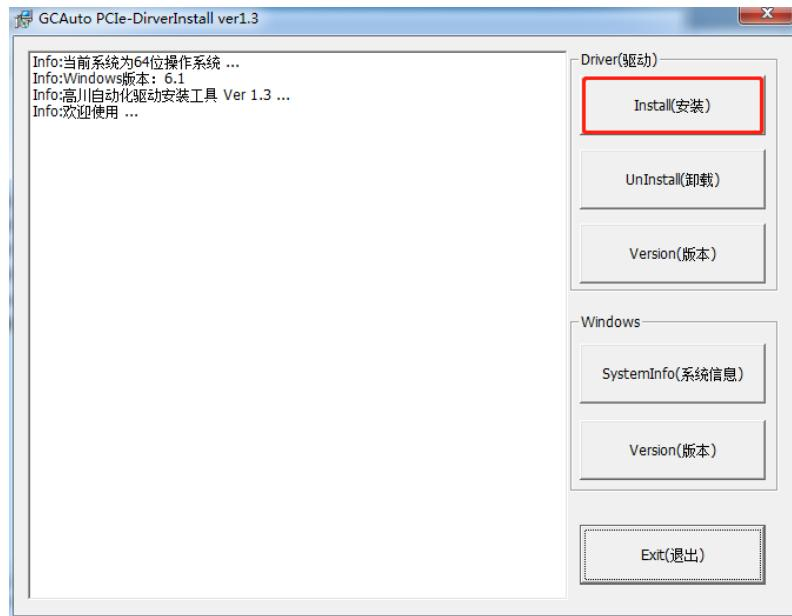

图 2.2.1 驱动安装界面
(1) 电脑关机状态插上 PCIE 卡，开机后，打开路径“GC 系列光盘资料(GCS 系列)\驱动工具\高川 PCIE 卡驱动安装管理工具”双击 DriverInstall.exe 如图 2.2.1 驱动安装界面；